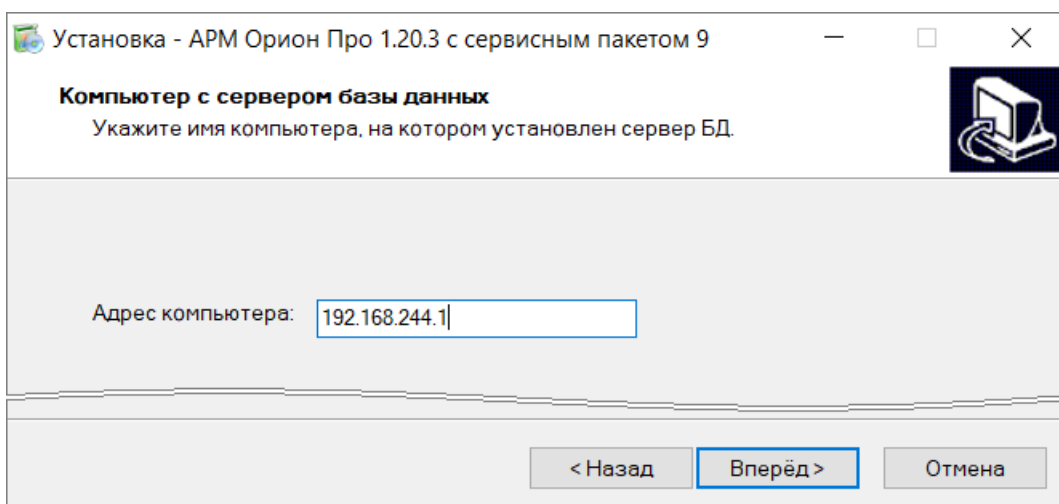

Рисунок 2-11 Определение адреса компьютера, на котором установлен сервер БД
- 9) Если при ручном выборе компонентов снят флаг с компонента «Сервер Орион Про», на новой странице Мастера установки ПО появится поле для ввода адреса компьютера, на котором установлен сервер БД. Укажите IP-адрес соответствующего ПК и нажмите кнопку «Вперёд» для продолжения работы с Мастером установки ПО (см. Рисунок 2-11);